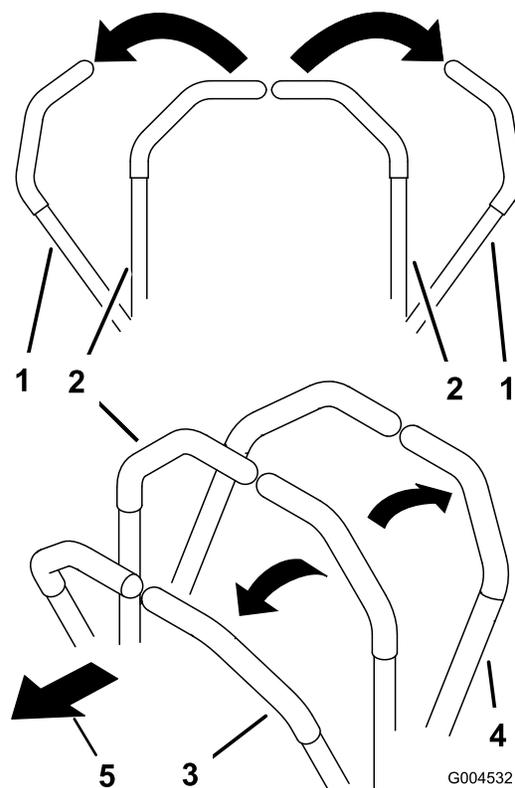

Figura 17
- Per fare marcia avanti spingete lentamente in avanti le leve di controllo del movimento (Figura 17).
Per spostarvi in linea retta applicate una pressione identica su entrambe le leve di controllo del movimento (Figura 17).
Per girare, spostate la leva di controllo del movimento verso il folle, nella direzione in cui volete voltare (Figura 17).
- Per fare marcia indietro tirate lentamente indietro le leve di controllo del movimento (Figura 17).
Per girare, rilasciate la pressione sulla leva di controllo del movimento verso la direzione in cui volete voltare (Figura 17).